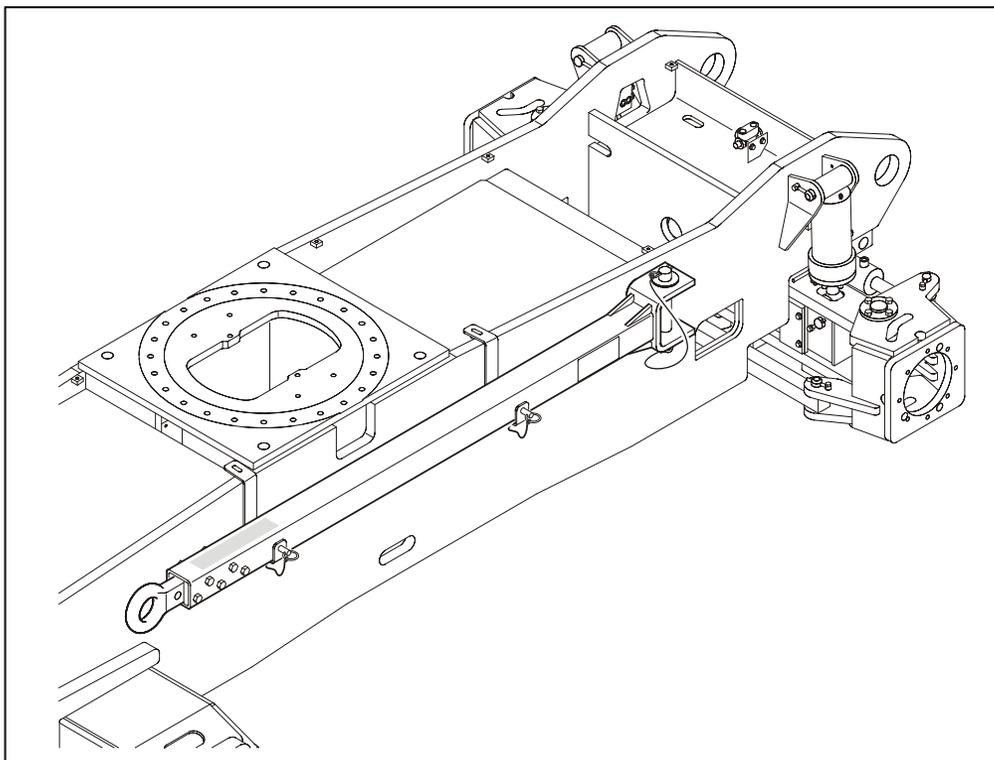

Figura 4-7. Barra de reboque
3. Desligar a barra de reboque do veículo de reboque e colocá-la na posição de armazenamento, como se mostra em Figura 4-7. A máquina está agora no modo de condução.